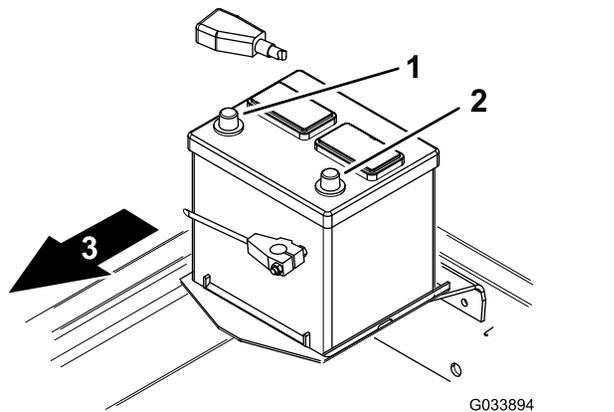

Рисунок 11
2. Подсоедините положительный (красный) кабель аккумулятора к положительной (+) клемме и наденьте резиновый колпачок на положительную клемму (Рисунок 11).
3. Подсоедините отрицательный (черный) кабель к отрицательной (-) клемме аккумулятора (Рисунок 11).